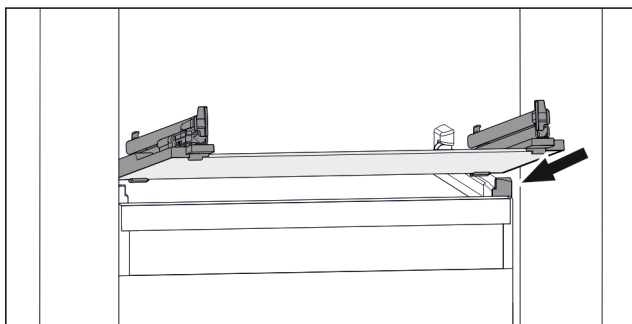

Fig. 95 Lasihyllyn esimerkinomainen kuvaus
- ▶ Aseta lasihylly vinosti rajoittimien taakse. (katso Fig. 95)